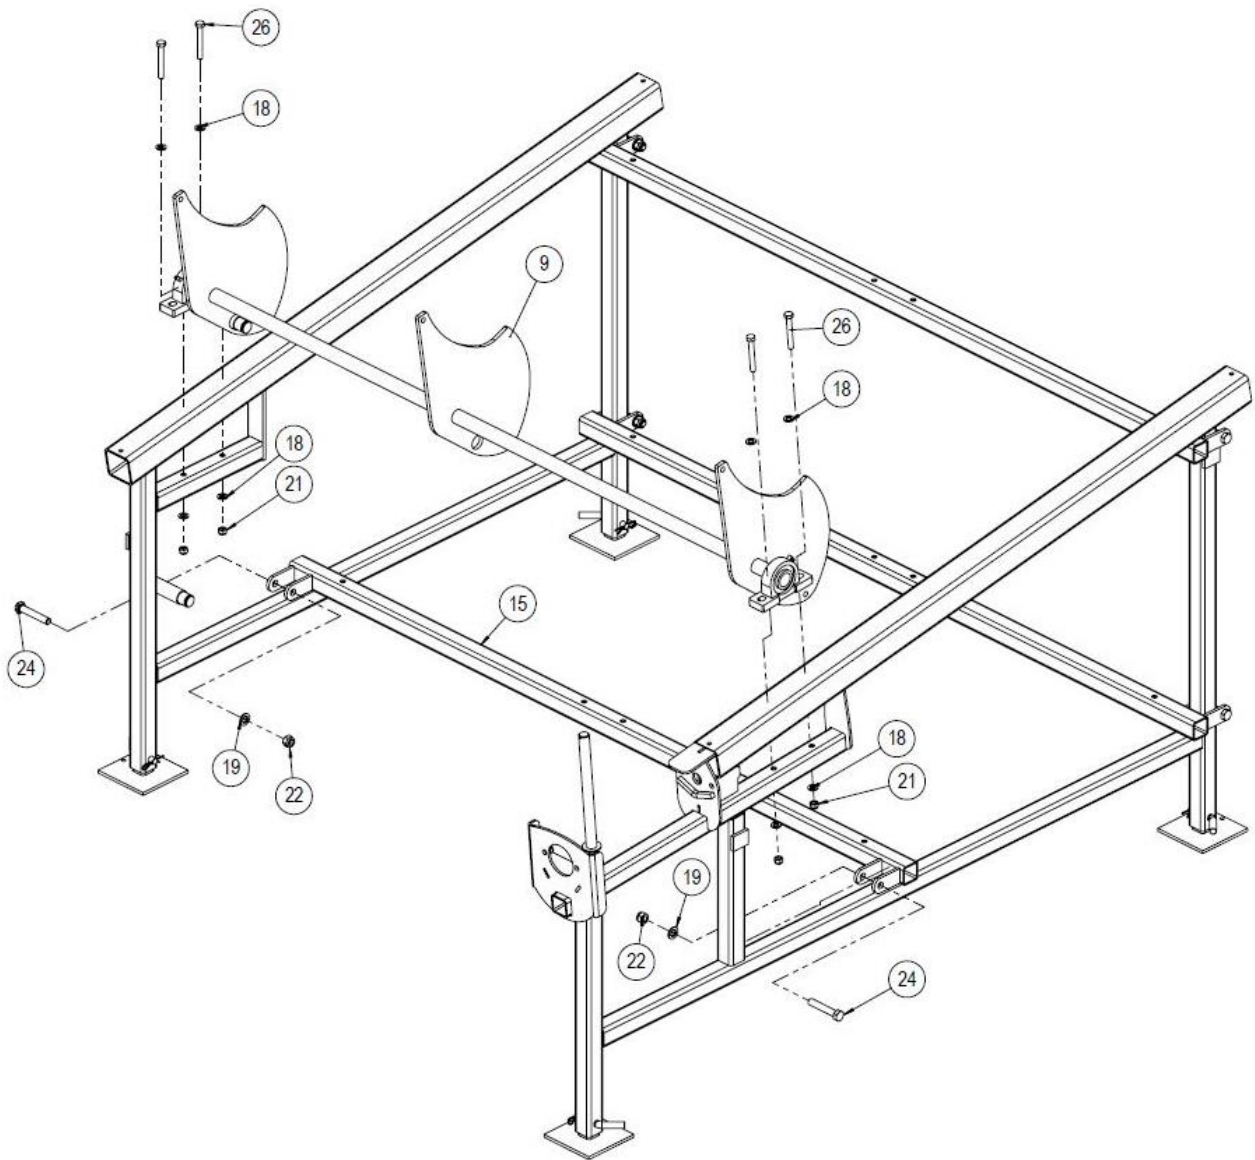

Bild 6.
1. Matarvalsarnas lager (B), 2 st., bild 6:B (med 200 timmars intervall)
2. Matarens lager (A), 2 st., bild 6:A (med 200 timmars intervall)
3. Nipplarna i matarens cylindrar, 2 st., bild 6:C (med 50 timmars intervall).